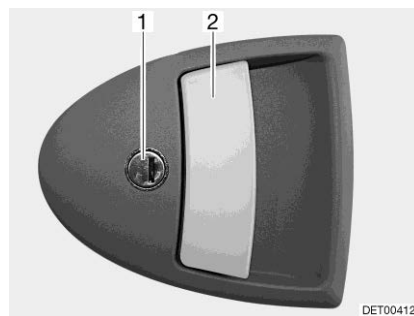

Bild 35 Türschloss (Eingangstür außen)
- Schlüssel in Schließzylinder (Bild 35,1) stecken und drehen, bis das Türschloss entriegelt ist.
- Am Türgriff (Bild 35,2) ziehen. Die Tür ist geöffnet.
- Schlüssel in Schließzylinder (Bild 35,1) stecken und drehen, bis das Türschloss verriegelt ist.